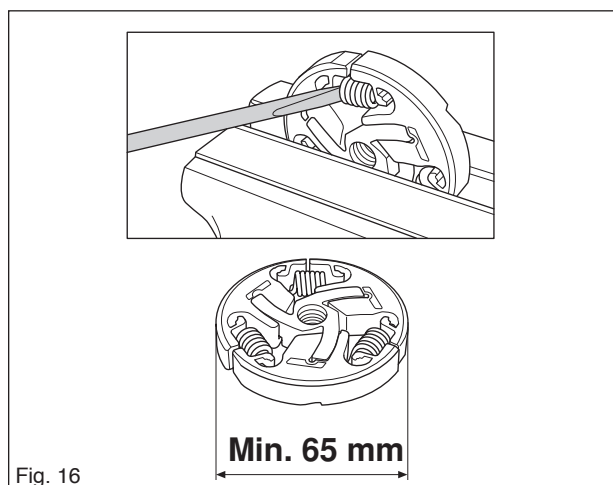

Fig. 16
Placer l'embrayage dans un étau, conformément à la figure 16. Enlever délicatement les ressorts d'embrayage. Les ressorts se retirent de la masselotte du côté où il n'y a pas de texte.
- Vérifier l'épaisseur au niveau des masselottes en mesurant à l'aide d'un pied à coulisse sur tout le centre d'embrayage. Si la mesure dépasse 65 mm, il convient de remplacer l'embrayage entièrement, voir figure 16.